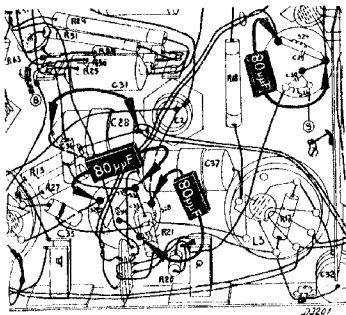
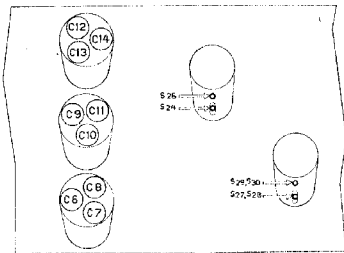

Fig. 2
Fig. 4
2. Volumeregelaar op maximum draaien. Automatische volumeregeling uitschakelen door C28 kort te sluiten (zie fig. 2).
5. 3e M.F.-kring verstemmen met een condensator van 80  $\mu\text{F}$  parallel aan S27 + S28 (fig. 2). S29, S30 van 4e M.F.-kring afregelen (fig. 4).
6. 4e M.F.-kring verstemmen met 80  $\mu\text{F}$  parallel aan S30 (fig. 2). S27, S28 van 3e M.F.-kring afregelen (fig. 4).
- 1e M.F.-kring verstemmen met 80  $\mu\text{F}$  parallel aan S24 (fig. 2). S26 van 2e M.F.-kring afregelen (fig. 4).
- 2e M.F.-kring verstemmen met 80  $\mu\text{F}$  tussen G1 van L3 en chassis. S24 van 1e M.F.-kring afregelen (fig. 4).